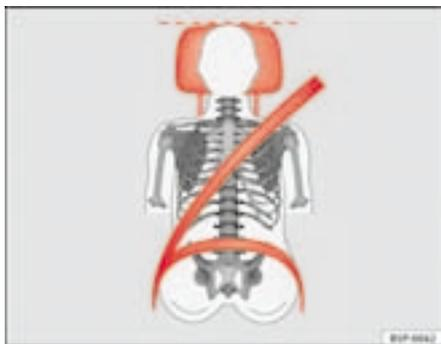
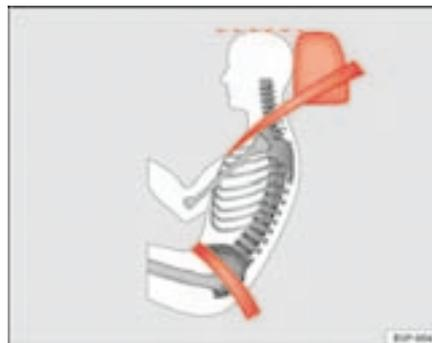

Fig. 71 Visto de frente:
Fig. 72 Visto de lado:
- Ajuste el apoyacabezas de modo que el borde superior del mismo quede a la misma altura que la parte superior de la cabeza, como mínimo a la altura de los ojos. ⇒ fig. 71 y ⇒ fig. 72.